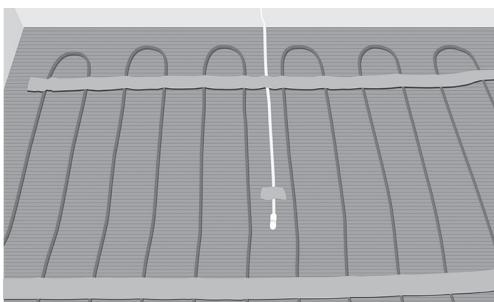

Fig. 9. Plasser ledningsrøret/føleren mellom to kabler
12. Plasser og fest røret til gulvføleren hvis det ikke er installert noe ledningsrør. Forsegl enden av ledningsrøret. Sørg for å plassere røret/føleren mellom to varmekabler (Fig. 9).